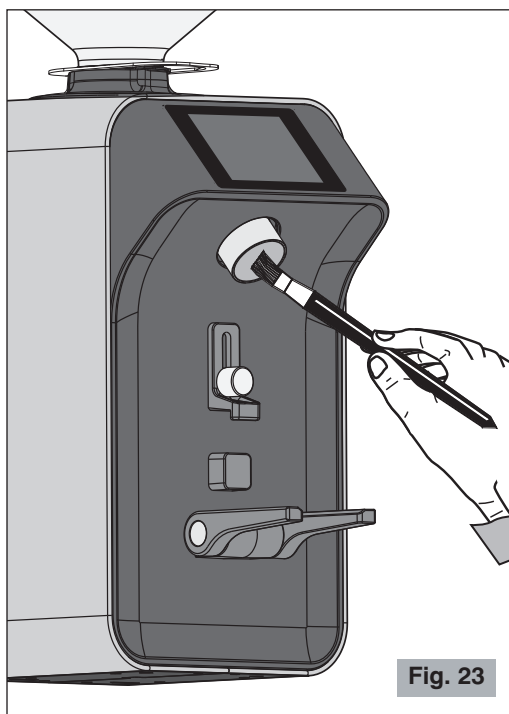

Fig. 23
- Utilizar un cepillo o un pincel (Fig. 23) para limpiar las zonas más escondidas en su interno o un paño seco para las otras superficies.